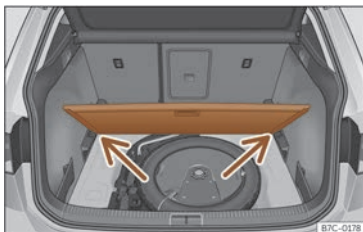

Abb. 162 Variabler Gepäckraumboden: geneigte Stellung.
- Legen Sie den Gepäckraumboden auf die dafür vorgesehenen Aufnahmen >>> (**Abb. 162**) (Pfeile).